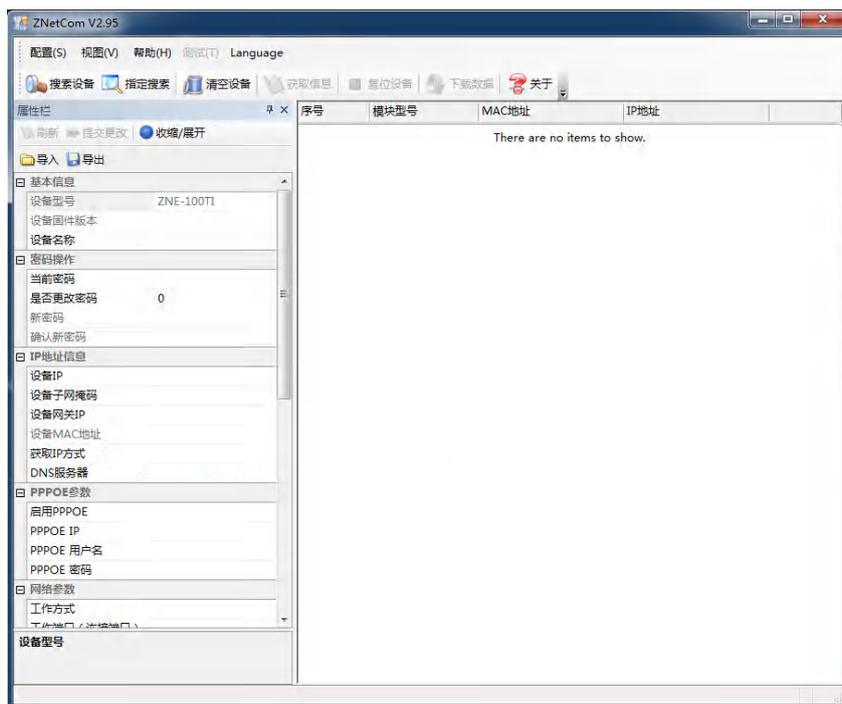

图 4.2 ZNetCom 软件运行界面
3. 双击  运行 ZNetCom 软件 (如果是 WIN7 以上系统, 需要右击, 以管理员身份运行), 出现如图 4.2 所示界面。